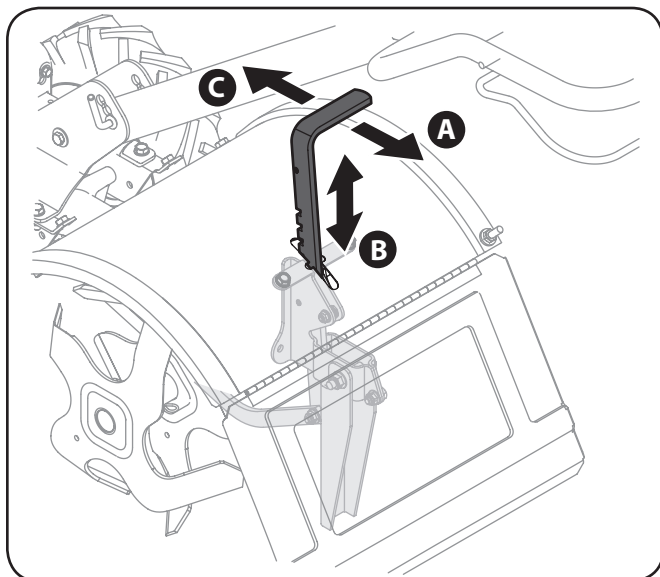

Figure 5-1
Pour ajuster le guide de profondeur, tirez sur le support de réglage de la profondeur (A) et relevez-le ou abaissez-le (B) jusqu'à ce que le support arrive à la position voulue (Voir la Figure 5-1), puis lâchez-le (C).